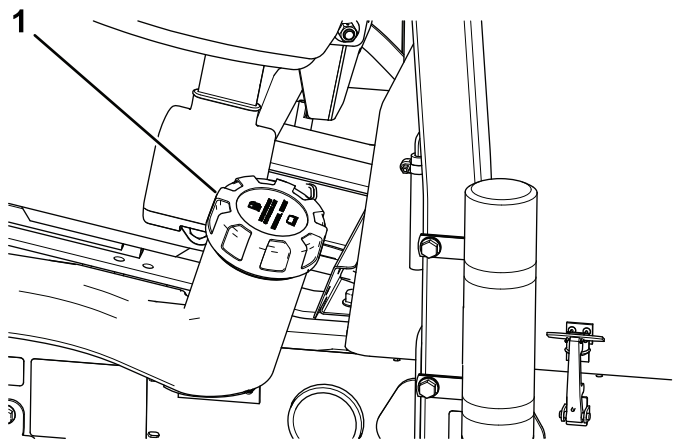

Figura 46
2. Curățați zona din jurul capacului rezervorului de combustibil (Figura 46).